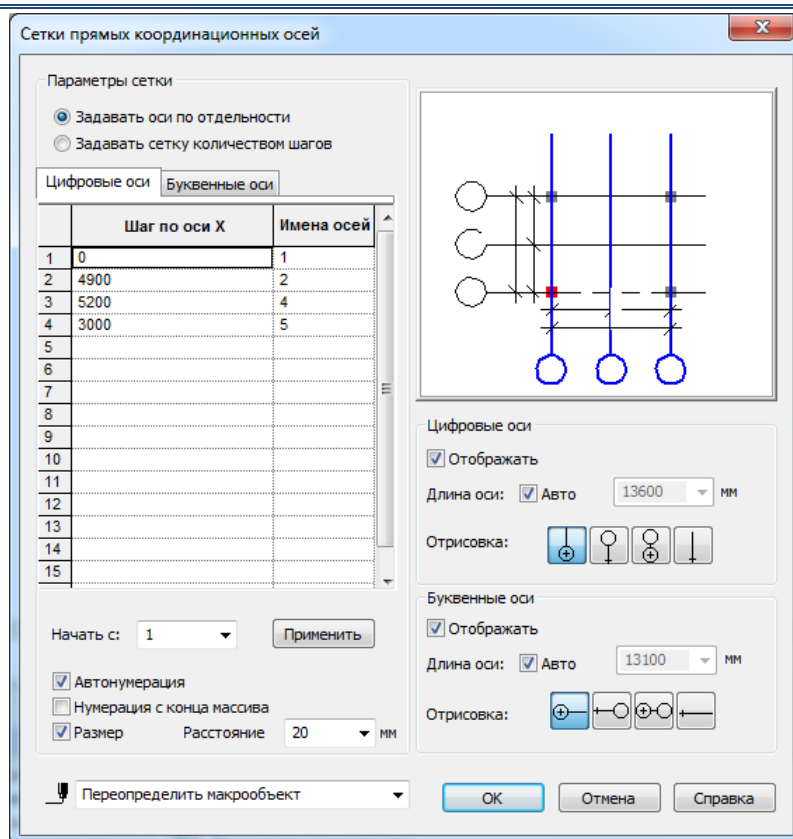

Рисунок 1.1.16. (а) Вводимые параметры сетки прямых осей (цифровые оси)
4. Выберите команду *Сетка прямых координационных осей* и задайте параметры как на Рис. 1.1.16.(а) и Рис. 1.1.16.(б).